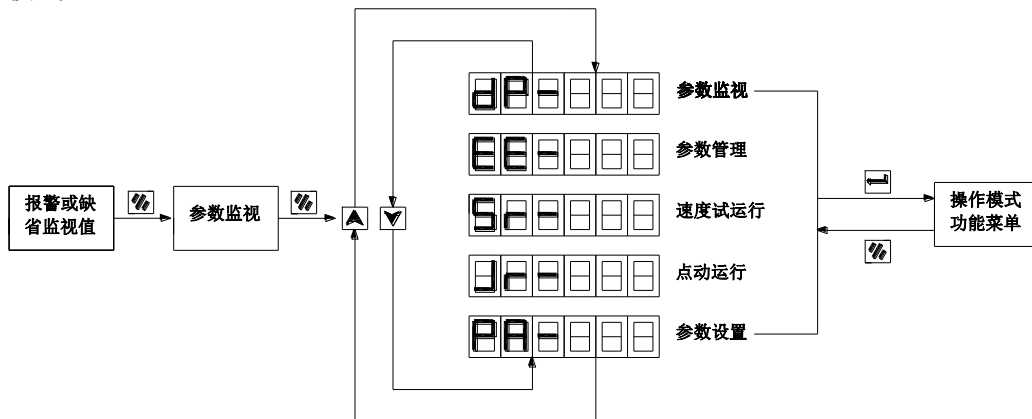

图 4-1 操作模式功能框图
- 3) 系统操作按多层操作菜单执行，第一层为主菜单，包括五种操作模式（如图 4-1 所示）；第二层为各操作模式下的功能菜单。